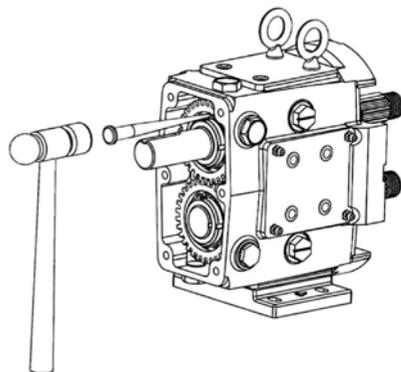
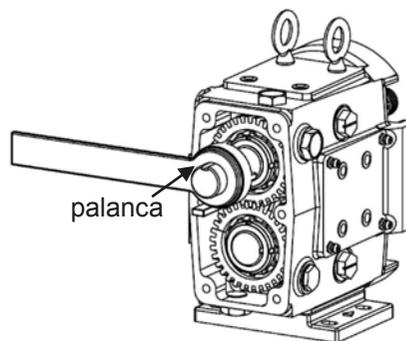

Figura 30: Enderezar los dientes de las arandelas
Figura 31: Remover arandelas
2) Usando un martillo y un cincel enderece los dientes de las arandelas de retención (figura 30). Use una palanca (de plástico o madera) para mantener las flechas estáticas mientras remueve las tuercas de retención (figura 31). Con una llave remueva las tuercas de retención. Lentamente remueva los engranes de las flechas. Remueva las cuñas y espaciadores de las flechas.